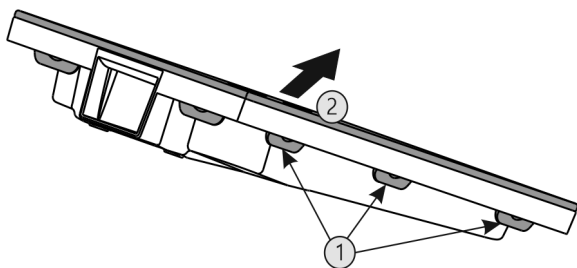

Fig. 38
- ▶ Wszystkie nakładki Fig. 38 (1) wcisnąć po kolei i zdjąć Fig. 38 (2) pokrywę.